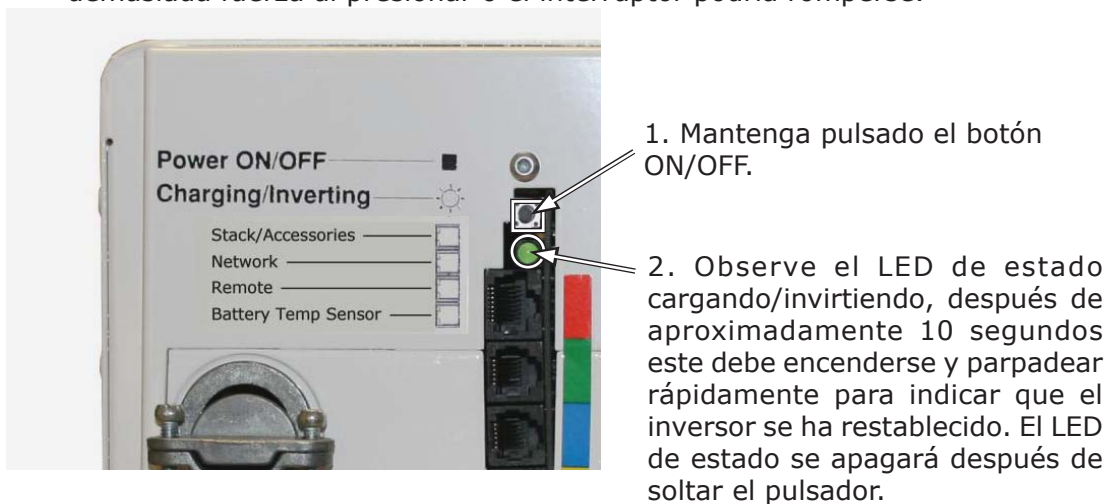

Ilustración 4-1, Realización de un reinicio del inversor
2. Mantenga pulsado el botón de encendido/apagado ON/OFF del inversor (véase la Ilustración 4-1) durante aproximadamente diez (10) segundos, hasta que el LED de estado de carga/invirtiendo se encienda y parpadee rápidamente.